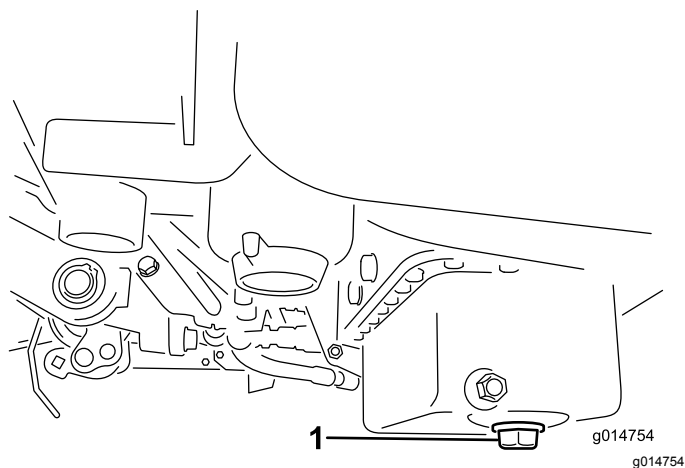

图33
1. 拆下排油塞、让油流入放油盘。油不再流时、安装排油塞 图33。